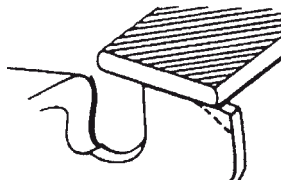

Fig. 44
- 4) Arrondissez l'angle avant du limiteur de profondeur afin de conserver la forme initiale du limiteur après usage de la jauge de contrôle. Respectez toujours les valeurs recommandées pour le limiteur de profondeur et indiquées dans le manuel d'entretien ou d'utilisation de votre tronçonneuse. (Fig. 44)